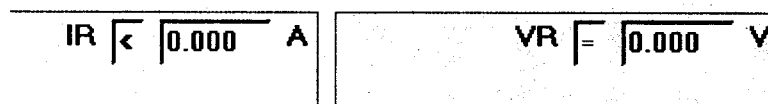
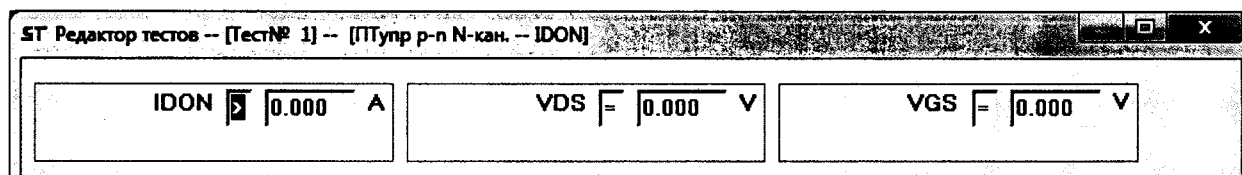

Рисунок 14 – Окно ввода значений VR и IR.
Рисунок 15 – Окно ввода значений IDON, VDS и VGS.
7.2.6.3 В появившемся на экране окне (рисунок 14) в поля VR и IR введите значения напряжения и тока из одной строки таблицы 4. При проверке погрешности измерения тока тестером на пределе 50 А согласно таблице 4 в появившемся окне (рисунок 15) введите в поля: IDON > 49 А, VDS = 4.9 В, VGS = 1 В.